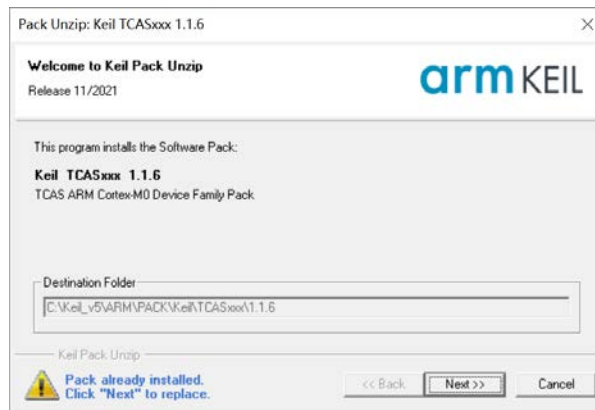

图 1.3.1 TCAS 芯片升级包
2. 安装完 Keil 开发环境后，安装 TCAS24 芯片升级包：Keil-TCAS_1.1.6.pack（图 1.3.1）；该升级包可以从 huatsing.com/product/p_m4s/120.html 下载。